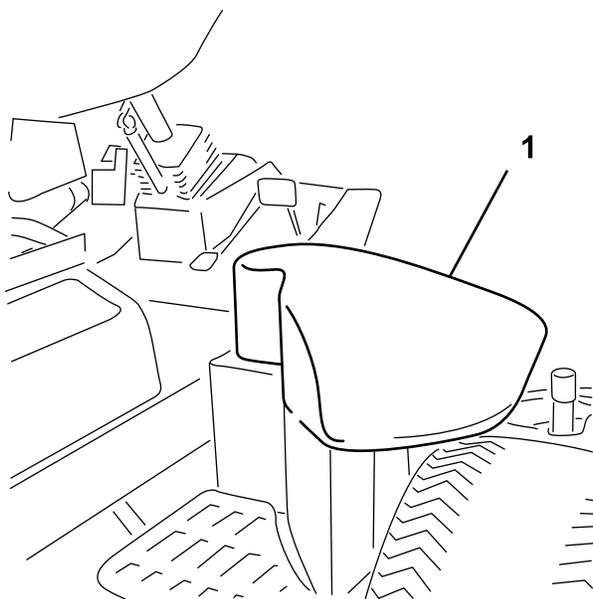

Figura 34
2. No lado direito da máquina, levante tampa do depósito hidráulico (Figura 34).